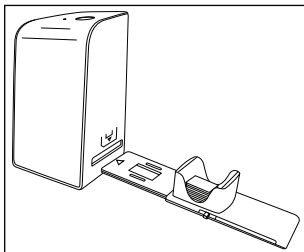

Figura 2
- ◆ Introduceți magazia de diapozitive **6** cu fereastra de vizualizare mai întâi în compartimentul **4** din dreapta. Aveți grijă ca marcajul tip triunghi să fie în față și vizibil (vezi figura 2).